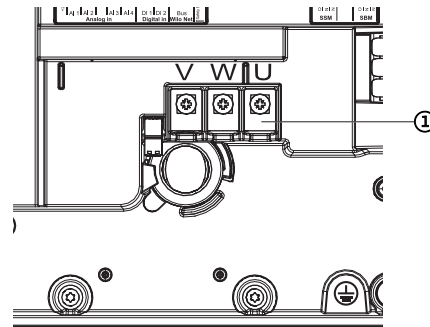

Fig. 115: Připojovací svorky motoru V, W, U
5. Uvolněte připojovací kabel motoru (Fig. 115).